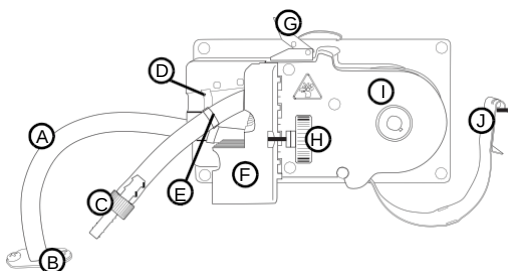

Figure 5-1 Pompe du 5800
2. Reportez-vous à la Figure 5-1. Débloquez le loquet (H) qui verrouille la bande en métal du corps de la pompe (K).